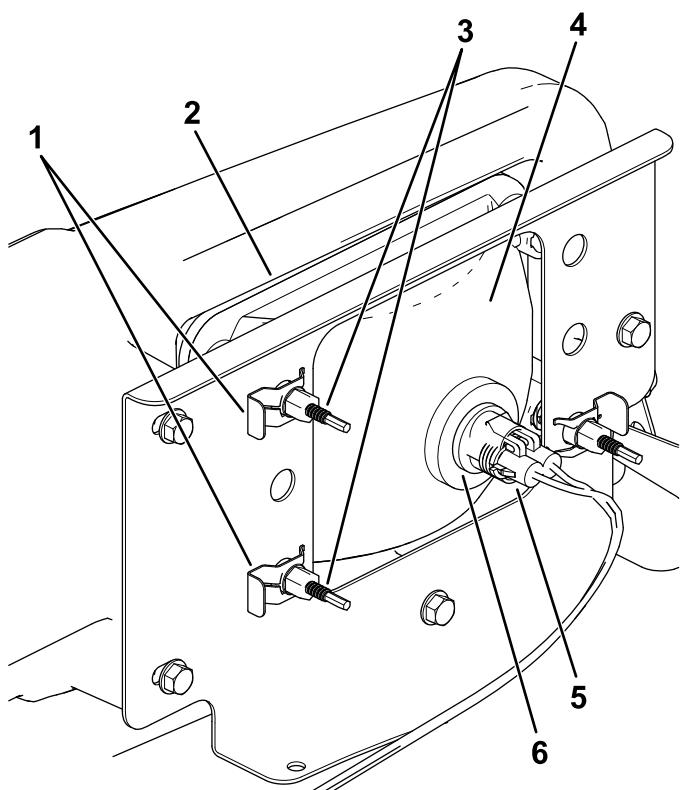

Figura 43
3. Desconecte el conector eléctrico del arnés de cables del conector del conjunto de la lámpara (Figura 43).
4. Retire los conectores rápidos que sujetan el faro al soporte del faro (Figura 43).
5. Retire el faro desplazándolo hacia adelante y pasándolo por el hueco del parachoques delantero (Figura 43).
6. Introduzca el faro nuevo a través del hueco del parachoques (Figura 43).
7. Sujete el conjunto del faro con los conectores rápidos que se retiraron en el paso (4).
8. Conecte el conector eléctrico del arnés de cables al conector del conjunto de la lámpara (Figura 43).
5. En la parte trasera del faro, gire los tornillos de ajuste (Figura 43) para pivotar el conjunto y ajustar de la posición del haz de luz.